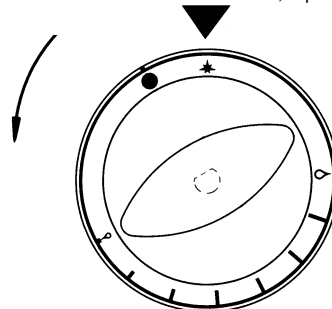

FIG. 1
- Réglage minimum (Fig.1) : (appareils prévus pour gaz naturel et adaptés au GPL)**
6.2 ALLUMAGE DES BRÛLEURS – FEUX OUVERTS (Fig.1)
Pour allumer le brûleur, raccordé au robinet, pousser sur la manette jusqu'à son arrêt et tourner la manette dans le sens de la flèche jusqu'à la position ★ "VEILLEUSE" (fig. 1). Appuyer à fond sur la manette, et tout en la maintenant enfoncée, allumer le brûleur veilleuse. Au moment de l'allumage, maintenir la manette enfoncée pendant au moins 15". Une fois relâchée, la veilleuse doit rester allumée. Si elle s'éteint, répéter l'opération.